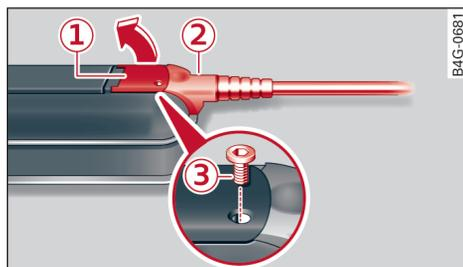

图 145 操控单元：松开/固定电缆
- ▶ 必要时用随带的螺丝刀松开螺栓 ③ ⇨ 图 145。
- ▶ 将操纵杆 ① 完全抬起。
- ▶ 将插头 ② 拉出至第一个阻力点。
- ▶ 合上操纵杆 ①，直至其平贴在插头 ② 上。
- ▶ 将插头 ② 完全拉出。